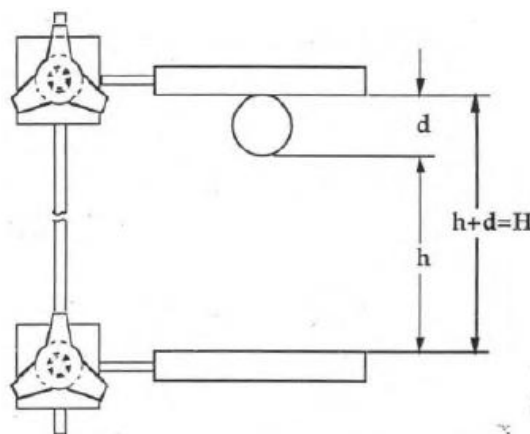

Figura 2. Distancia entre el Electromagneto y el Interruptor.
4. Fije el Interruptor Electrónico en la distancia seleccionada ( $H = h + d$ ), apretando el tornillo de la nuez con la mano. Recuerde que la distancia entre las tapas interiores deberá tomar en cuenta el diámetro del balón. (Ver figura 2).